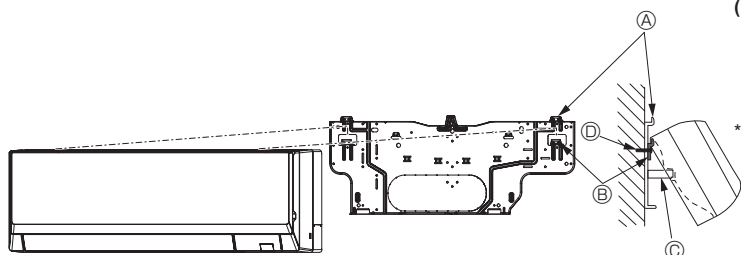

Fig. 3-12
- Si la unidad interior no puede colgarse y levantarse con el gancho normal (las dimensiones de 2.1. ⓐ (el espacio entre el techo y la unidad) son como máximo de 75 mm, 2-61/64 pulgadas), cuelgue la unidad en el gancho inferior para la tubería izquierda. (Fig. 3-12)
#### (Fig. 3-12)